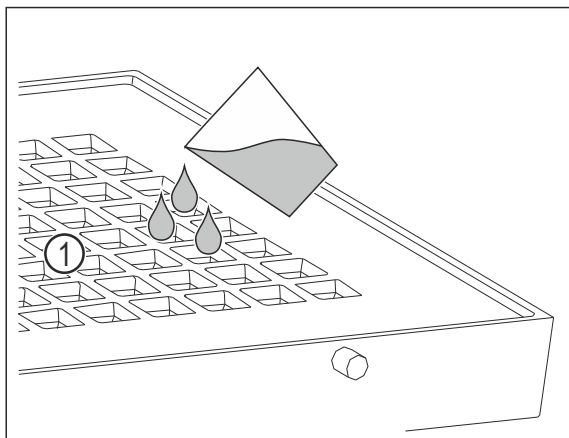

Fig. 104
- ▶ Залейте не более 400 мл воды через отверстия Fig. 104 (1) в крышке.